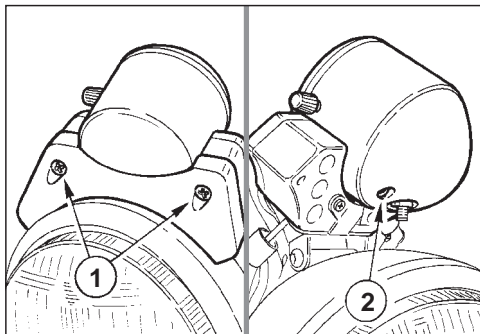

Fig. 41
- ◆ Per accedere alla lampada d'illuminazione dello strumento, togliere lo spoiler cruscotto-fanale svitando le due viti di fissaggio (1-Fig. 41).
- ◆ Rimuovere quindi la calotta di protezione dello strumento togliendo la relativa vite (2-Fig. 41).